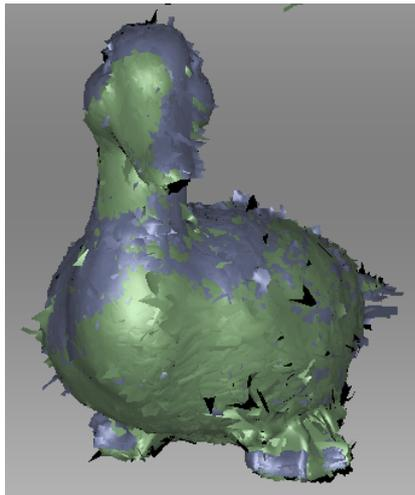

Abbildung 65: Ergebnis der „Ziehen“-Ausrichtung
3. Zum Bestätigen der Ausrichtung den/die Mausknopf/-Knöpfe und die `Shift`-Taste loslassen, dann auf `click Anwenden` klicken. Zu beachten ist, dass Scans, die registriert werden, nicht automatisch in den Satz registrierter Scans ● (siehe *Abb. 65*) übernommen werden. Dies kann, wie in *Scan-Status ändern* beschrieben, manuell erfolgen.